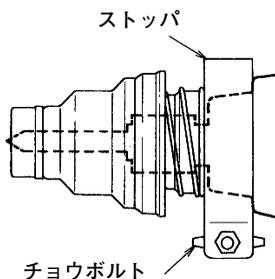

図 11
- (2) 図11のようにストップを取付け、チョウボルトを締付けて固定します。